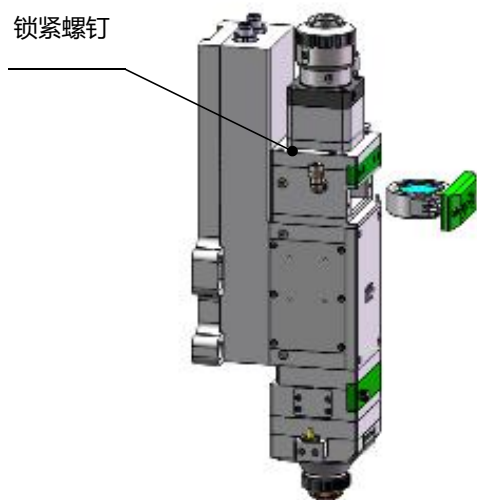

图 4.3 — 拆准直镜组
- 用 3mm 的内六角扳手拧开准直保护镜组件的锁紧螺钉（如图 4.3 所示），与准直保护镜组件连接的部分用美纹纸封好，防止灰尘掉入；